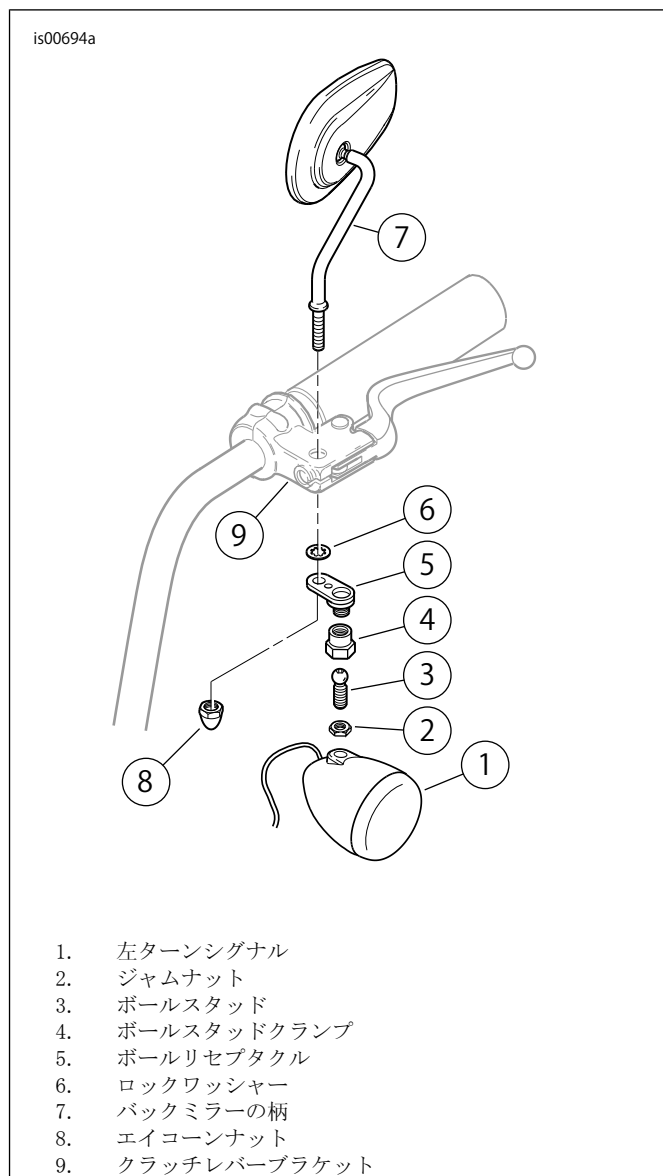

図3。左ターンシグナル取り外し
12. 「図3」を参照。ジャムナット(2)を緩める。
2. 「図3」を参照。クラッチハンドレバーブラケット(9)に、キットのエイコーンナット(8)とロックワッシャー(6)を使ってミラーの柄を固定する。この時点では完全に締め付けない。